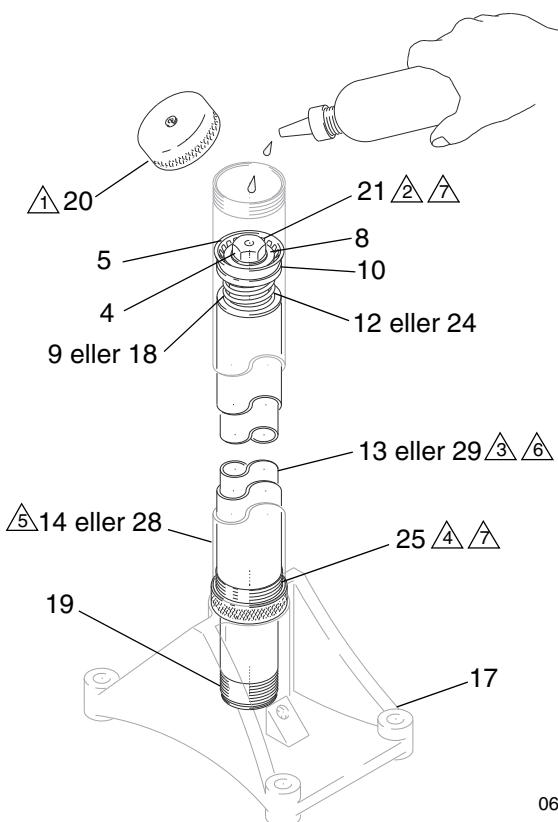

FIG. 6
Varannan till var sjätte vecka, avlägsna locket (20) från stigarröret (14 eller 28) och droppa lite lätt och höggradig motorolja på rörets insida för att smörja lädertäningen (10). Se FIG. 6. När locket sätts tillbaka, dra åt till ett vridmoment på 37–54 N•m (20–40 ft-lb).
För att byta ut kopptätningen i läder (10), skruva ut lagerhuset (25) från stigarröret (14 eller 28) och dra röret upp och av från kolven (11). Se FIG. 6. Skruva ut kolvens hållarbult (21) från kolvkroppen och avlägsna delarna. Inspektera delarna för slitage och skada och byt ut vid behov.
För att byta ut styrrörets packning (19), skruva ut styrröret (13 eller 29) från lyftens basplatta (17). Ta ut packningen. Se FIG. 6. Var försiktig så du inte skadar utsidan på styrrörets lager. Placera en ny packning in i basplattan. Sätt PTFE-tejp på styrrörets gängor och skruva in i basplattan. Dra åt till ett vridmoment på 122–175 N•m (90–130 ft-lb).